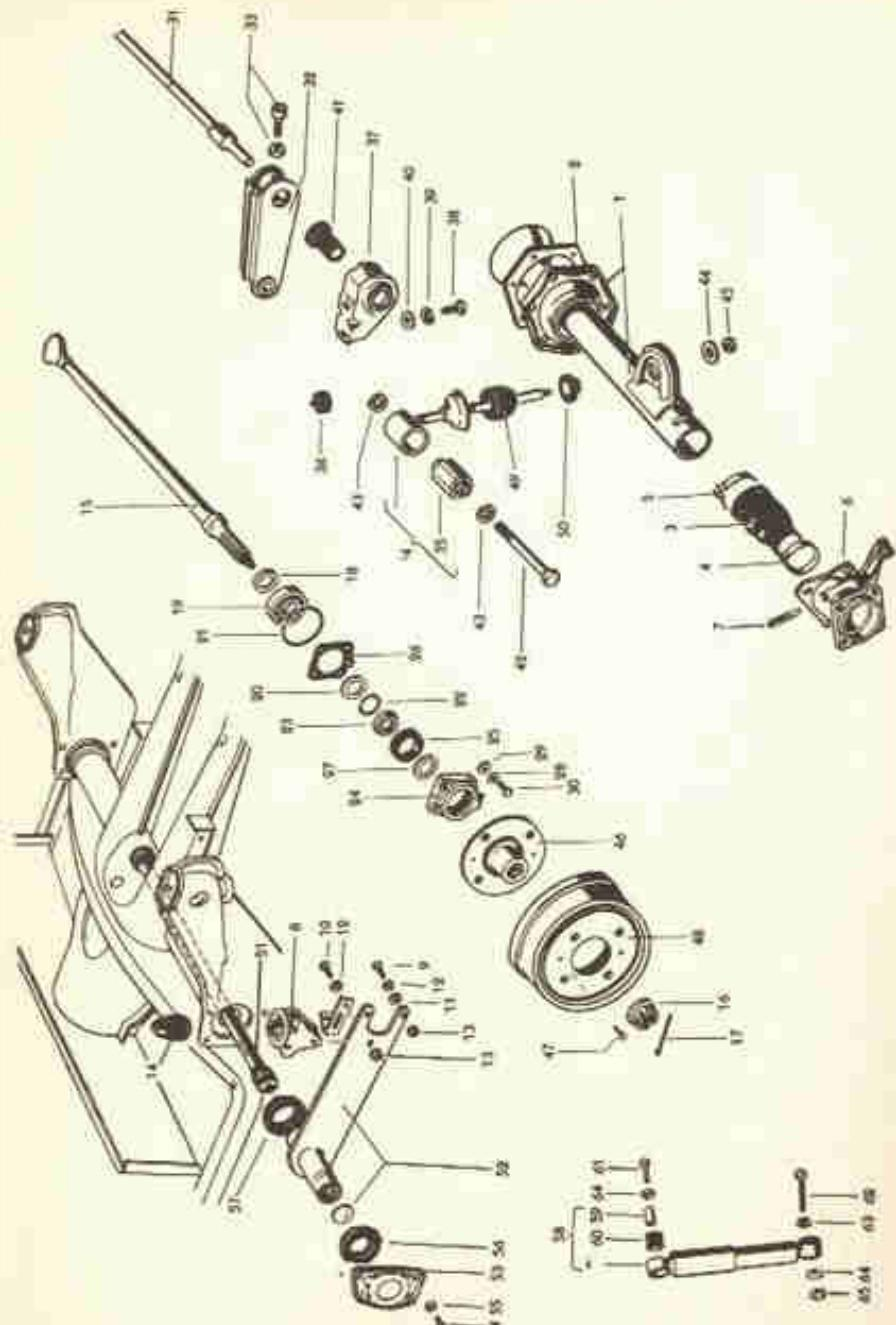

FIG. 23-V — Suspensão traseira da Variant. A do sedan é idêntica, apenas o tambor da roda (48) e o cubo (46) contêm uma só perna. (V. texto na pág. seguinte.)
Os eixos traseiros do sedan "1400" e da Variant são praticamente iguais. Como a distância entre as rodas no sedan é 1308 mm e na Variant 1358 mm, as semi-árvore são mais compridas que no sedan. Os flanges das semi-árvore são ligeiramente diferentes. A principal diferença entre os conjuntos é que no sedan o cubo da roda e o tambor constituem um só conjunto, enquanto que na Variant, o cubo (46, FIG. 23-V) pode ser destacado do tambor (45), ao qual é preso por parafusos (47).
A suspensão é do tipo de barra de torção tubular (48), possuindo também uma barra de torção adicional (30). A FIG. 23-V mostra todos os detalhes do eixo traseiro. A regulagem dos braços da suspensão é de 230° ± 30° para ambos os modelos.